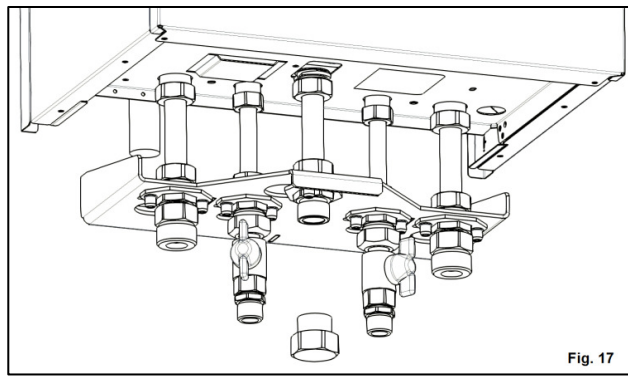
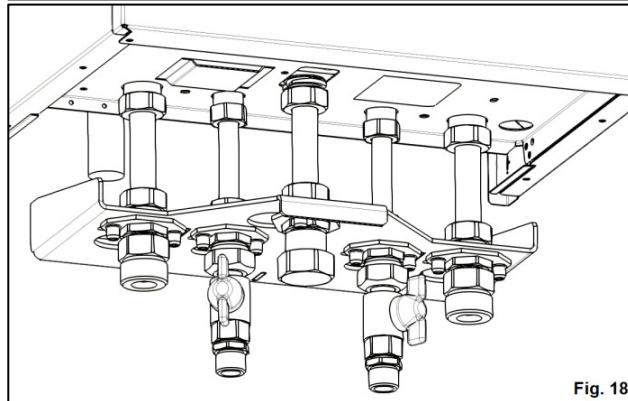

Fig. 17
Fig. 18
12. Se ataseaza partea cu filet interior, a racordului olandez aferent robinetului de gaz N, la racordul G (Fig. 17), asigurandu-se etansarea cu snur de canepa (Fig. 18).